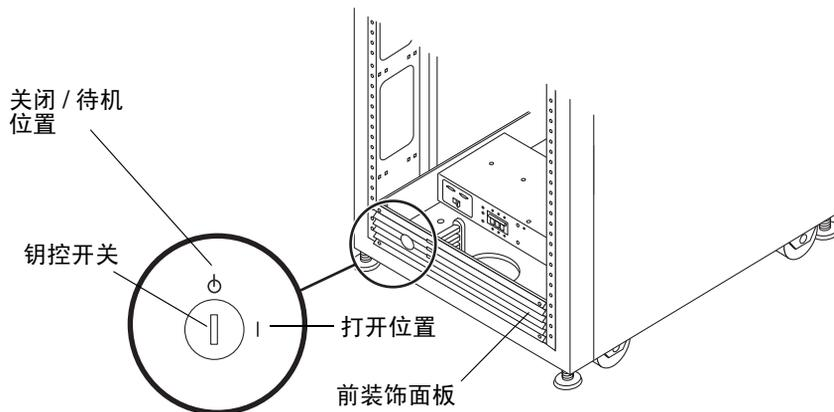

图 2-13 系统机箱前面板底部的钥控开关位置
2. 将钥匙插入前面板底部的键控开关（图 2-13）。
注 - 钥控开关的位置不会影响本地电源的开关操作（图 2-13）。如果您希望启用远程电源管理功能，请将钥控开关拧到 "Standby" 的位置，可参考第 113 页“远程电源管理的系统准备工作”了解有关的说明。
8. 将前面板底部的钥控开关转到打开位置（图 2-13）。